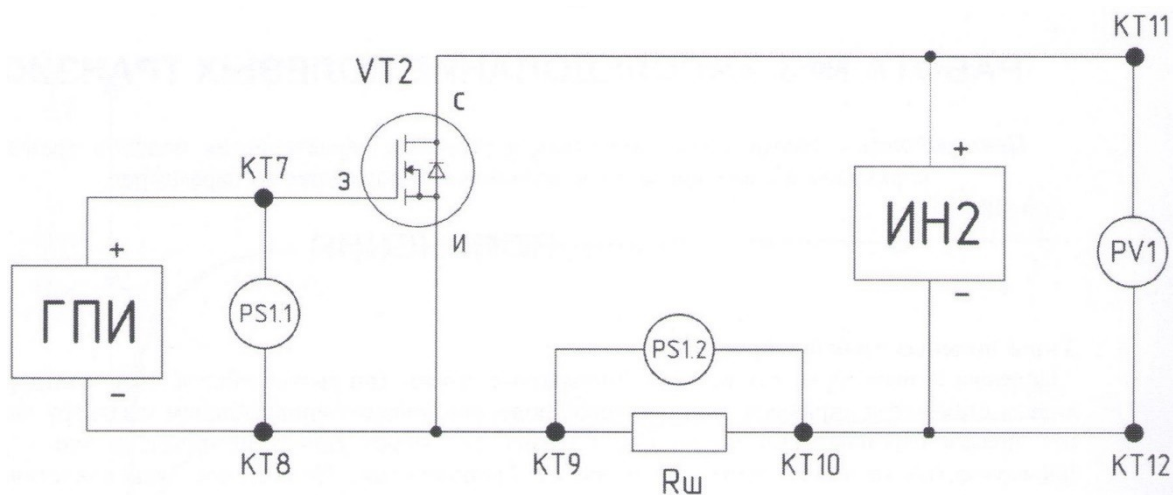
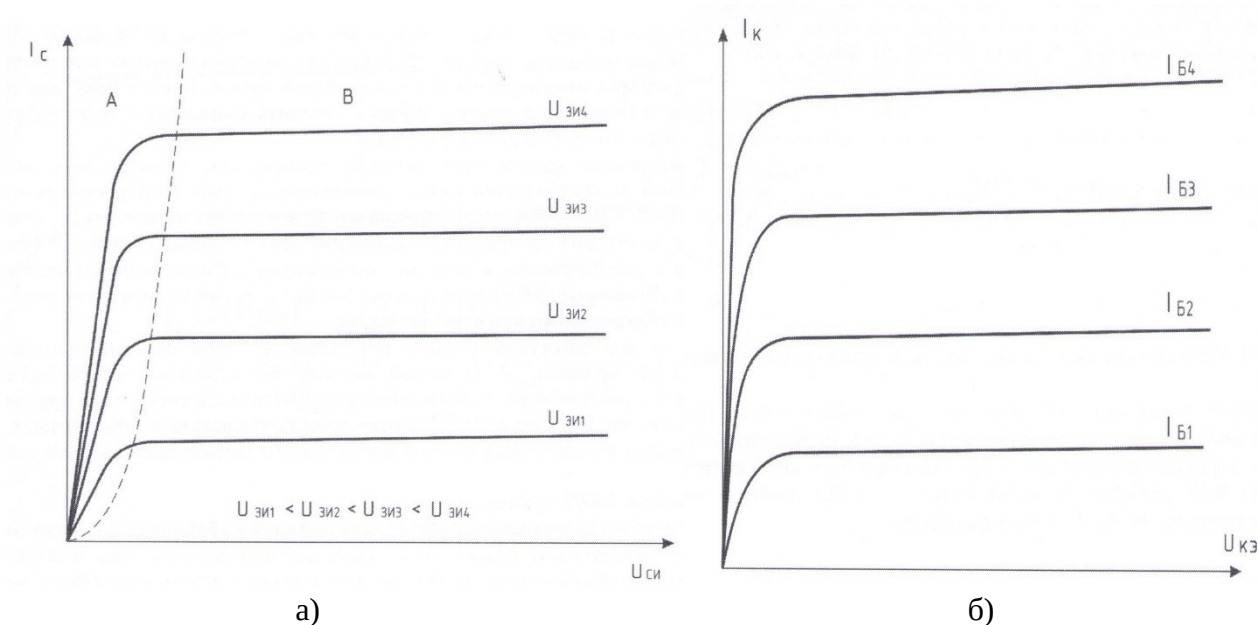
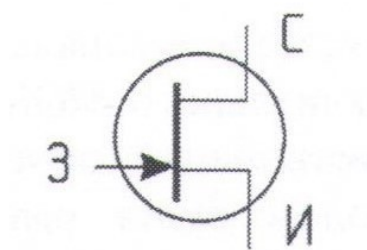
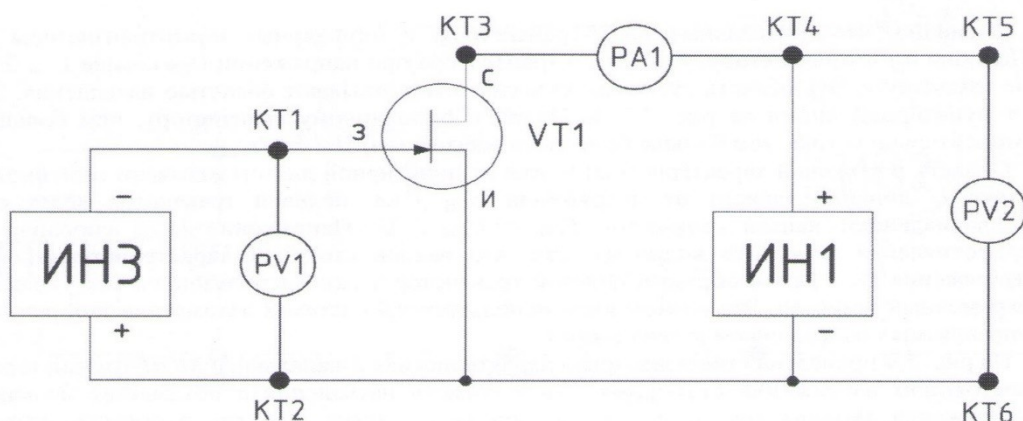

Рисунок 3.2 Схема исследования n -канального МОП-транзистора в импульсном режиме.
Рисунок 3.3 Стоковые характеристики *n*-канального МОП-транзистора **а)** и выходные характеристики биполярного *n-p-n*-транзистора **б).**
Рисунок 3.5 Условное обозначение n-канального транзистора с р-п-переходом.
Рисунок 3.6 Схема для снятия характеристик n -канального полевого транзистора с p - n -переходом.
Для полевых транзисторов, включенных по схеме с общим истоком (рис. 3.2 и рис. 3.6) семейство выходных характеристик — это зависимость тока стока I_C от напряжения сток-исток $U_{СИ}$ при различных значениях напряжения затвор-исток $U_{ЗИ}$: $I_C = f(U_{СИ})$ при $U_{ЗИ} = \text{const}$. Семейство стоковых характеристик n -канального МОП-транзистора приведено на рис. 3.3, а. Для сравнения здесь же приведено семейство выходных характеристик обычного n -р- n -транзистора.
Очевидно, что *n*-канальные МОП-транзисторы и биполярные *n-p-n*-транзисторы во многом похожи. Подобно *n-p-n*-транзистору, у полевого транзистора при напряжении $U_{СИ}$ свыше 1...2 В ток стока I_C почти не изменяется. Эту область стоковых характеристик называют областью насыщения. Это область **В** справа от пунктирной линии на рис. 3.3, а. Подобно биполярному транзистору, чем больше смещение затвора относительно истока, тем больше (в области насыщения) ток стока.
В полевых транзисторах р-п-переходом затвор образует с расположенным под ним каналом полупроводниковый р-п-переход. Следовательно, в полевом транзисторе с р-п-переходом во избежание прохождения тока через затвор последний не должен быть смещен в прямом направлении относительно канала. Затвор работает будучи смещенным в обратном направлении по отношению к каналу и в цепи затвора нет никакого тока, кроме тока утечки. Условное обозначение n-канального полевого транзистора с р-п-переходом изображено на рис. 3.5, а схема для снятия его характеристик - на рис. 3.6.
Схема измерения, приведенная на рис. 3.2, позволяет строить стоко-затворную и стоковые характеристики n-канального МОП-транзистора в импульсном режиме. Импульсы на затвор транзистора подаются с генератора прямоугольных импульсов **ГПИ**. Частота импульсов - 1 кГц, скважность - 10.
1.1 Зарисуйте схемы для исследования полевого транзистора с р-п-переходом (см. рис. 3.6) и **МОП**- транзистора (см. рис. 3.2).
2.1 Соберите схему, показанную на рис. 3.6.